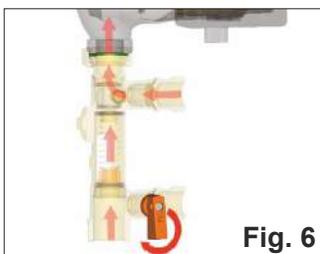

Fig. 6
- Cerrar la válvula de descarga como se ilustra en la fig. 6 y presurizar la instalación hasta obtener la presión de servicio deseada;